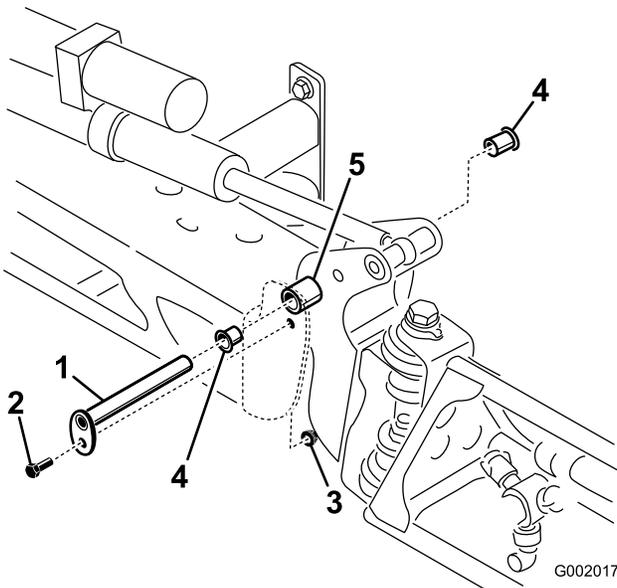

Figura 52
5. Retire los casquillos de nylon desde delante y desde detrás del soporte del pivote e inspecciónelos (Figura 52). Sustituya cualquier casquillo dañado.
7. Instale el conjunto de brazo y soporte del pivote en el bastidor central, alineando los orificios (Figura 52).
3. Con el peso del brazo apoyado, retire el perno y la tuerca que fijan el pasador de giro al conjunto del brazo (Figura 52). Retire el pasador de pivote.